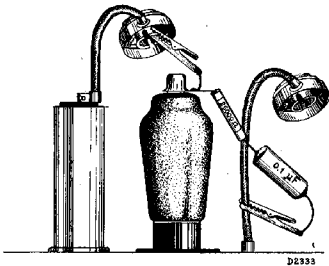

Fig. 2
5. Montage en série de 0,1  $\mu$ F en 25.000 ohms entre le châssis et l'anode de L1 (voir figure 2).